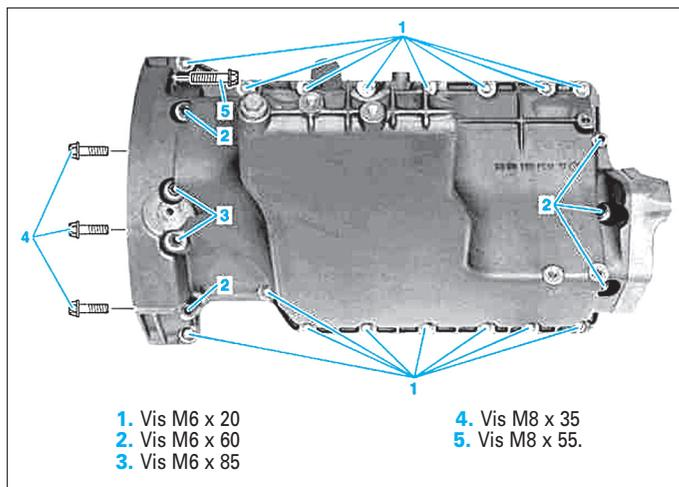

FIG. 33
- Déposer le carter d'huile (Fig.33).
- respecter l'ordre de serrage du carter d'huile (Fig.33),